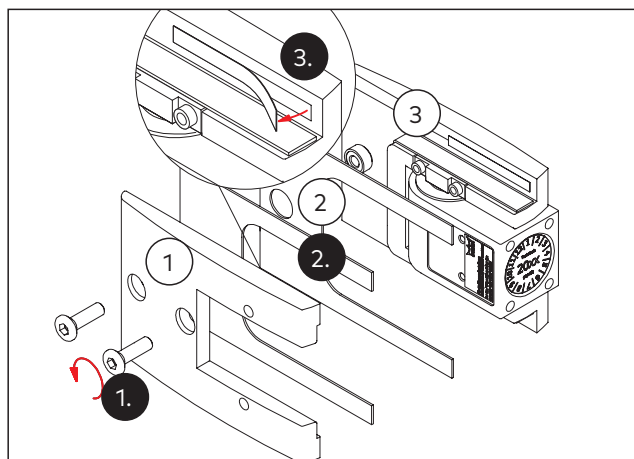

Fig. 14 Vorbereitung des Pendeltürbands
1. Die Gegenplatte (Abb. 14/1) abschrauben.
2. Die passenden Zwischenlagen (Abb. 14/2) nach der Glasdicke auswählen (siehe Kapitel 4.1).
3. Die Schutzfolien der Klebestreifen auf der Trage- und der Gegenplatte (Abb. 14/3) abziehen.